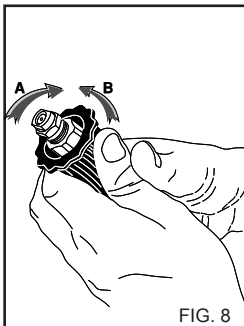

FIG. 8
Per la versione con aspirazione detergente, attivare il comando di aspirazione del detergente presente sulla lancia (fig. 8).
4) Dopo l'uso con detergente, risciacquare il circuito di aspirazione; infilare il tubo di aspirazione (fig. 8) detergente in una tanica di acqua pulita e far funzionare la pompa per 1 minuto, e lancia in fase erogazione detergente.
USO DELLA TESTINA REGOLABILE (Fig. 8) (Vers. DS)